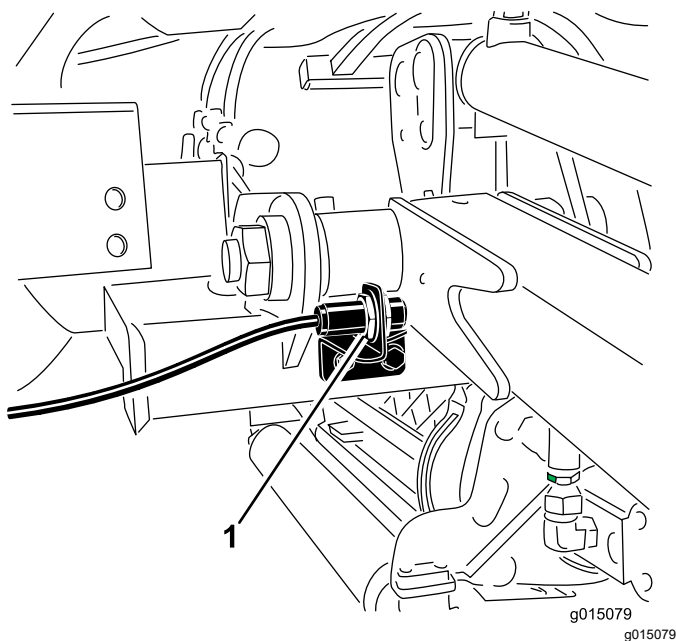

Bild 73
2. Der Hubarmschalter befindet sich hinter dem rechten vorderen Hubarm (Bild 73).
3. Lösen Sie die Befestigungsschrauben des Schalters (Bild 73) und schieben den Schalter nach oben, um die Wendehöhe des Hubarms zu erhöhen, oder schieben Sie den Schalter nach unten, um die Wendehöhe des Hubarms zu verringern.